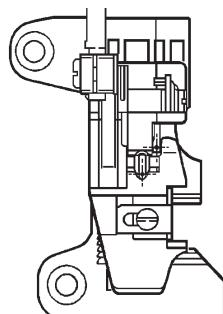

图.1
(2) 开始运转前的检验事项
- 在使用缝纫机之前，务必确认压脚是否在正确的位置。（用手轻轻转动手轮，确认针尖是否落在压脚的针孔中心）（图1）